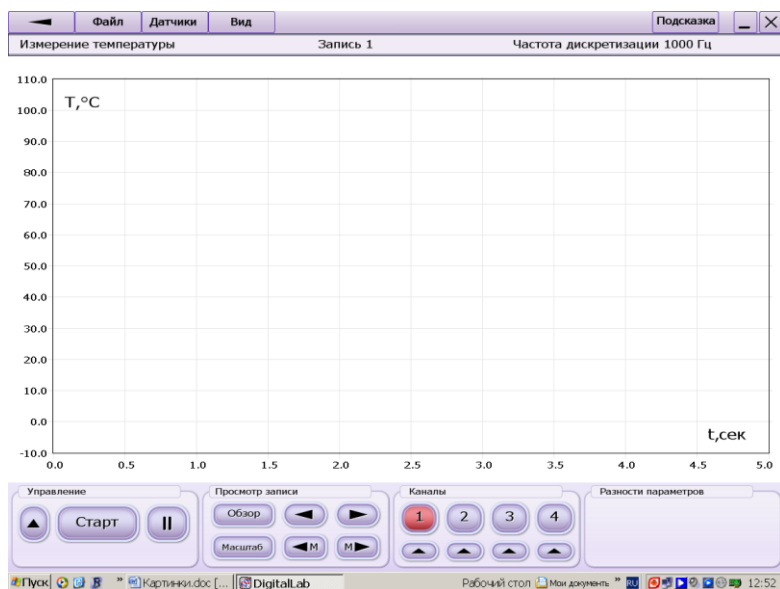

Рис. 9
- 5.13. После проведения подготовки к работе и нажатия кнопки «Проведение измерений» программа перейдет к рабочему полю цифровой лаборатории (см. рис. 9).
6.14. В поле управления расположены следующие кнопки (см. рис. 9):